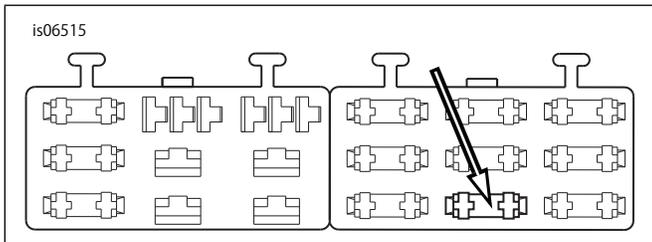

図25. 「オープン」ヒューズブロックキャビティ(2004年以降のDyna)
3. 「図25」を参照してください。以下の場所にあるアーススクリュー(1)を取り外します。
4. 「図25」を参照してください。右ヒューズブロック内のヒューズブロックカバーの「OPEN」と記されたヒューズキャビティーを見つけます。オレンジ/白アダプターワイヤーのターミナルを止まるまで挿入します。その周囲には工場出荷時に取り付け済みのターミナルが何本かありますので、そのうちの1本を基準にして、今挿入したターミナルの向きと深さとを確認してください。